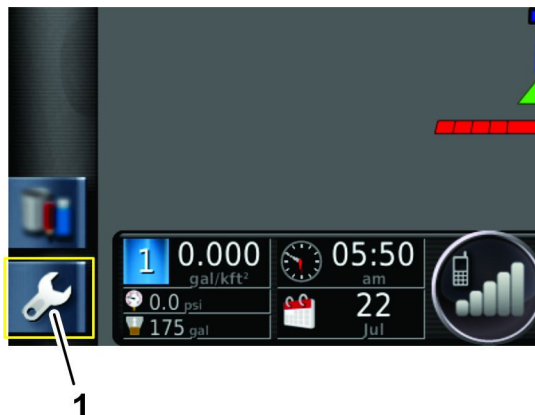

Figura 280
- Pulse el icono CONFIGURACIÓN de la pantalla principal (Figura 280).